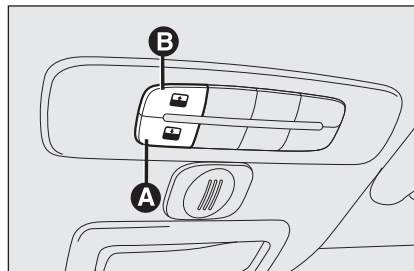
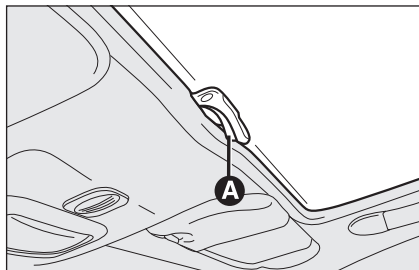

fig. 40
fig. 41
Le toit ouvrant avec large surface vitrée est constitué d'un panneau de verre doté d'un store pare-soleil à actionnement manuel. Le store peut être utilisé dans les positions "complètement fermé" et "complètement ouvert" (sans positions fixes intermédiaires). Pour ouvrir le store: appuyer sur l'ergot **A**-fig. 41, le dégager et l'accompagner jusqu'à la position "complètement ouvert". Pour le fermer, inverser l'opération.
Le toit ouvrant avec large surface vitrée est constitué d'un panneau de verre doté d'un store pare-soleil à actionnement manuel. Le store peut être utilisé dans les positions "complètement fermé" et "complètement ouvert" (sans positions fixes intermédiaires). Pour ouvrir le store: appuyer sur l'ergot **A**-fig. 41, le dégager et l'accompagner jusqu'à la position "complètement ouvert". Pour le fermer, inverser l'opération. L'actionnement du toit n'est possible que lorsque la clé de contact est tournée sur **MAR**. Les commandes **A-B** fig. 40 qui se trouvent sur une planche dédiée près du plafonnier avant, commandent les fonctions d'ouverture / fermeture du toit ouvrant.
Appuyer sur le bouton **B**-fig. 40 et garder la pression, le panneau en verre avant se déplacera dans la position "spoiler"; appuyer de nouveau sur le bouton **B**-fig. 40 et, en agissant sur la commande pendant plus d'une demie seconde, s'active le mouvement de la vitre du toit qui poursuit automatiquement jusqu'à l'arrêt; la vitre du toit peut être arrêtée dans une position intermédiaire en agissant de nouveau sur le bouton.
A partir de la position de toit complètement ouvert, appuyer sur le bouton **A-fig. 40** et si l'on agit sur le bouton pendant plus d'une demie seconde, la vitre avant du toit se déplacera automatiquement dans la position "spoiler"; en agissant de nouveau sur le bouton, la vitre du toit s'arrête dans une position intermédiaire; appuyer de nouveau sur le bouton **A-fig. 40** et garder la pression jusqu'à la fermeture complète du panneau.
- appuyer sur le bouton **A-fig. 40** en position de fermeture;